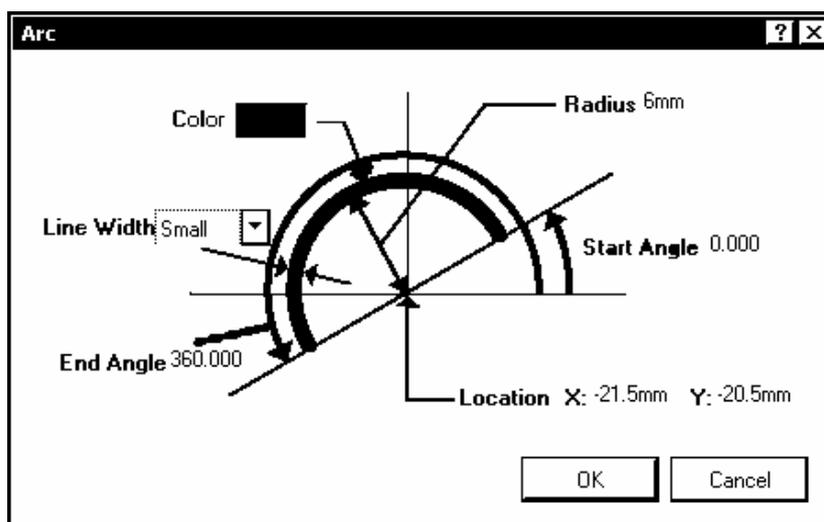

Рис. 3.4
4) Активизировать команду черчения дуги Place>>Arc. Клавишей Tab активизировать диалог настройки параметров дуги (Рис. 3.4).